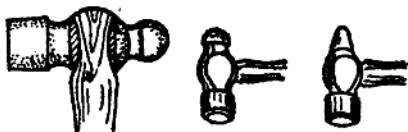

图2-6 锤子
1. 锤子的种类及用途 锤子是机动车维修中经常使用的工具，有圆头、横头等几种，如图2-6所示。其规格是以本身重量为计算单位来确定的。